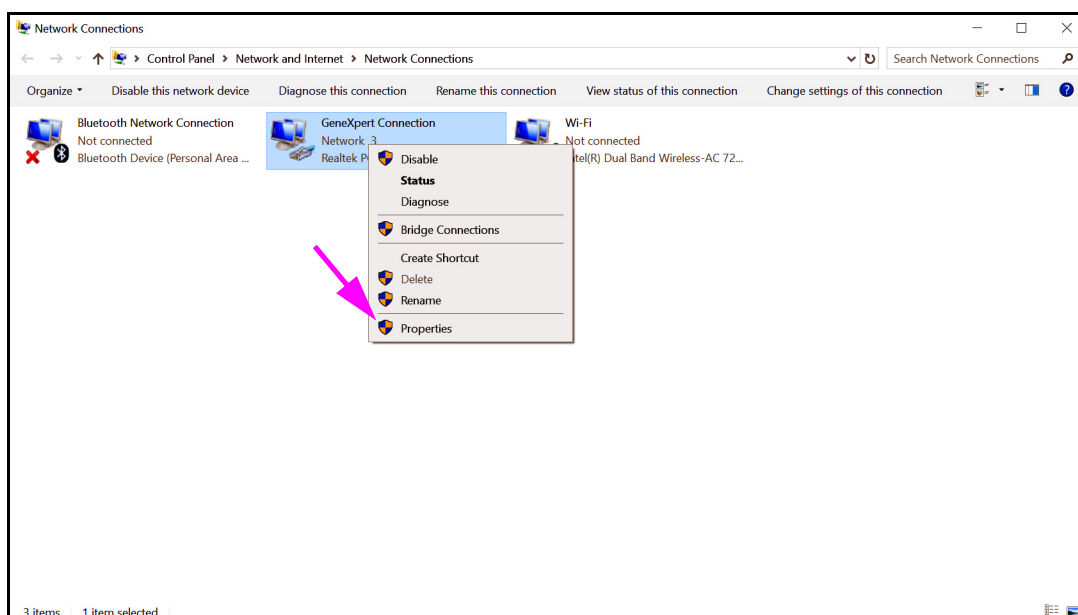

图 2-47. 带有下拉菜单的 Network Connections（网络连接）屏幕
6. 右键单击 **GeneXpert Connection**（连接）条目。出现一个下拉菜单。请参见图 2-47。